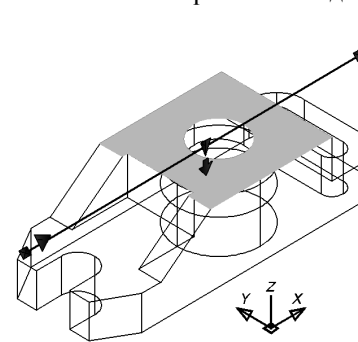

Рис. 48
- ◆ Определяем секущую плоскость для вида сверху (рис. 48):